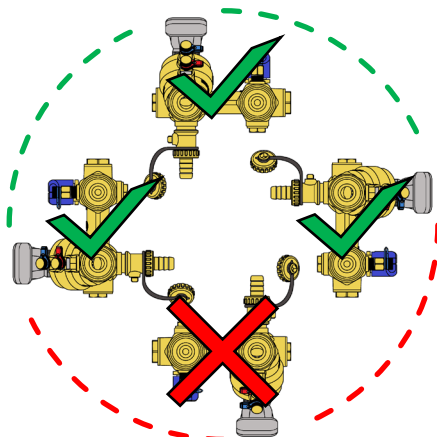

Fig.1
- ▲ Valvola PICV **DYNASTY** 92: per ragioni di sicurezza elettrica, nel caso in cui la valvola sia dotata di un attuatore, essa può essere installata solamente in posizione compresa tra il verticale e l'orizzontale. L'installazione in posizione rovesciata va evitata (**Fig.1**);